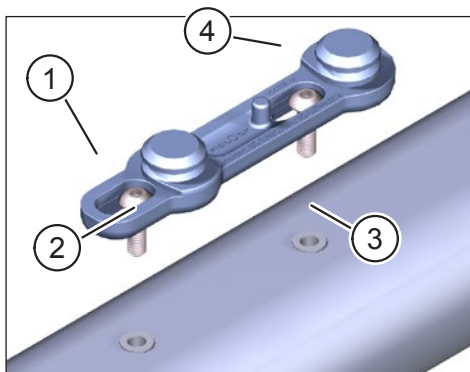

Abb. 1: Befestigen Sie die FIDLOCK® Bike Base am E-Bike
- Befestigen Sie die FIDLOCK® Bike Base (Pos. 1 in Abb. 1) mit den beiden Flachkopfschrauben (Pos. 2 in Abb. 1) in den dafür vorgesehenen Gewinden (Pos. 3 in Abb. 1, beachten Sie die Angaben des Fahrradherstellers) im Inneren des E-Bike-Rahmens.